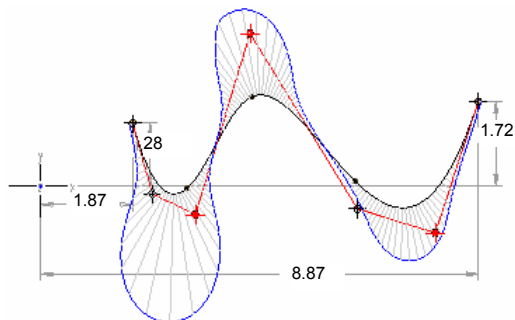

图 4.7.14 显示曲率分析图
- 在操控板中按下 按钮，可显示样条曲线的曲率分析图，如图 4.7.14 所示，同时操控板上会出现图 4.7.15 所示的调整曲率界面，通过滚动 **比例** 滚轮可调整曲率线的长度，通过滚动 **密度** 滚轮可调整曲率线的数量。